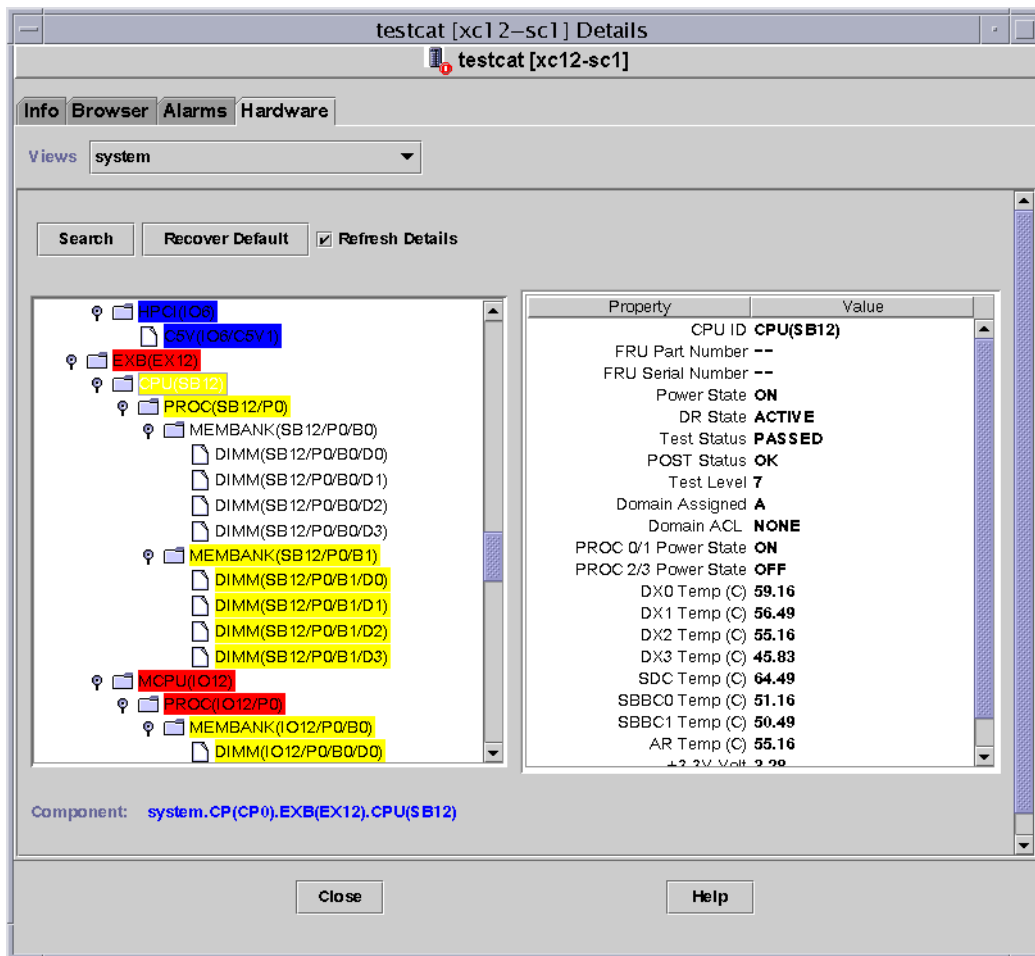

图 5-4 Sun Fire 高端系统平台逻辑视图
4. 单击 “Expand All（扩展所有）” 按钮，然后单击左侧窗格的一个对象，以查看类似于图 5-4 的逻辑视图。